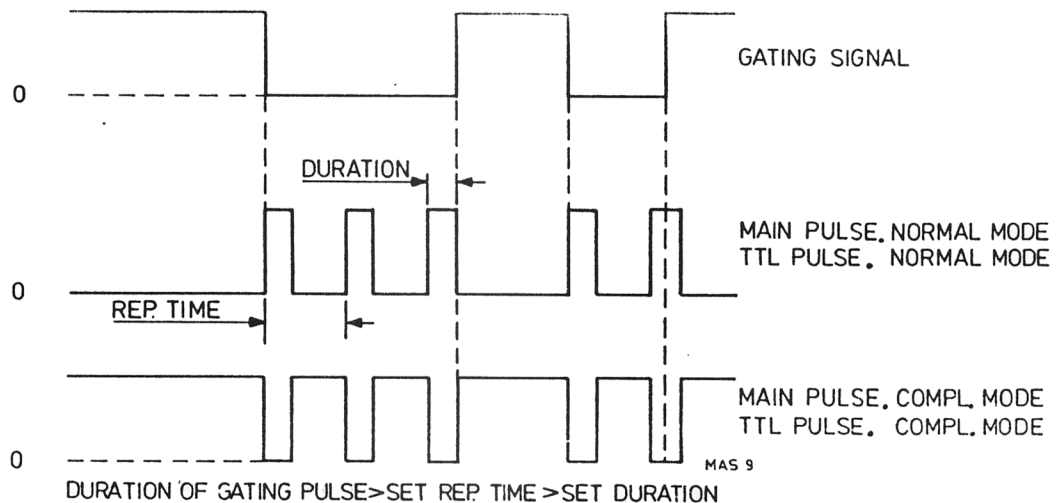

Abb. VI-6. Getastete Impulse
- Passendes Verhältnis zwischen Impulsfolge und -dauer und den entsprechenden Parametern des Tastsignals wählen. Vgl. Abb. VI-6.
- Wie aus der Abb. VI-6 ersichtlich ist, können auch an den TTL-Ausgängen getastete Impulsreihen abgenommen werden.
- Taste SINGLE SHOT drücken und darauf achten, daß der Generator gesperrt ist, so lange die Taste gedrückt bleibt. Vgl. Abb. VI-6.